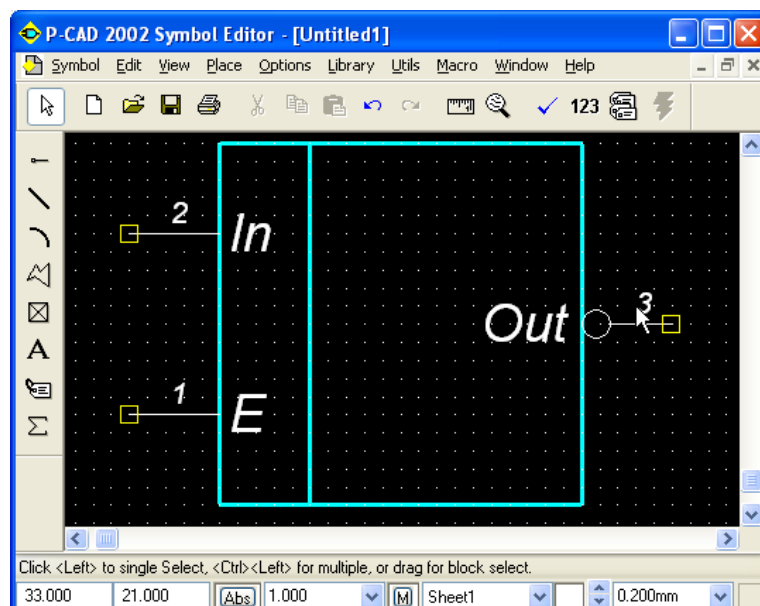

Рис. 4.13 - Расположение выводов у элемента "И-НЕ"
- Полученный результат показан на рис. 4.13.